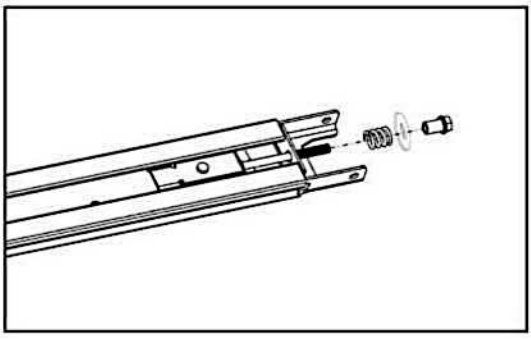

Fig.12
**Paso 2.** Ajuste la Tuerca y el Resorte, hasta Alcanzar la Tensión Adecuada (Fig.12).